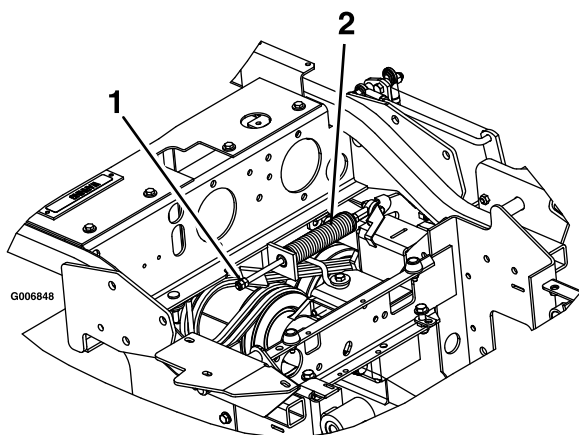

Figura 59
3. Localice el muelle del freno y desenrosque las 2 contratuercas hasta el extremo de la varilla del muelle del freno (Figura 59).